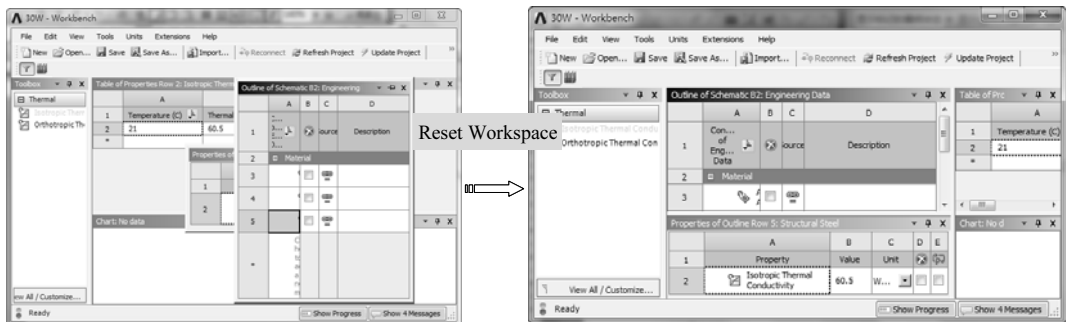

图 1-8 Reset Workspace（复原操作平台）
- ✧ Reset Workspace (复原操作平台)：将 ANSYS 14.5 Workbench 平台复原到初始状态，如图 1-8 所示。